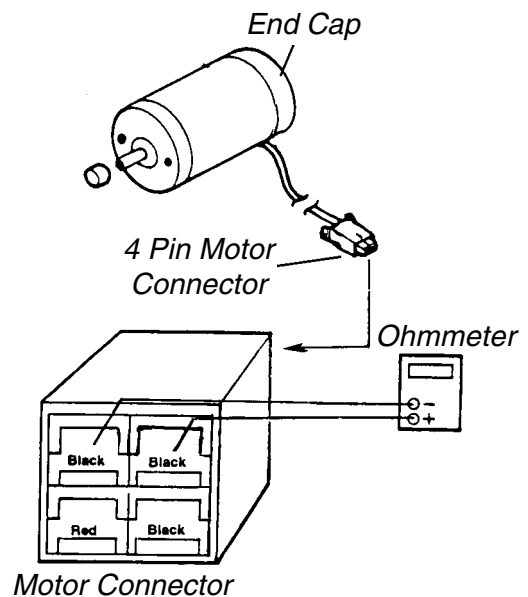

FIGURE 5 - PARKING BRAKE TESTING
**ELECTROMECHANICAL PARKING BRAKE TESTING (FIGURE 5)**